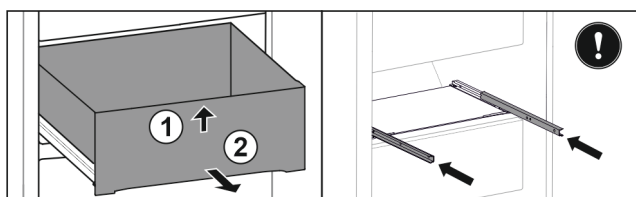

Fig. 45
- ▶ Løft skuffen fremefter. Fig. 45 (1)
- ▶ Tag skuffen ud fremefter. Fig. 45 (2)